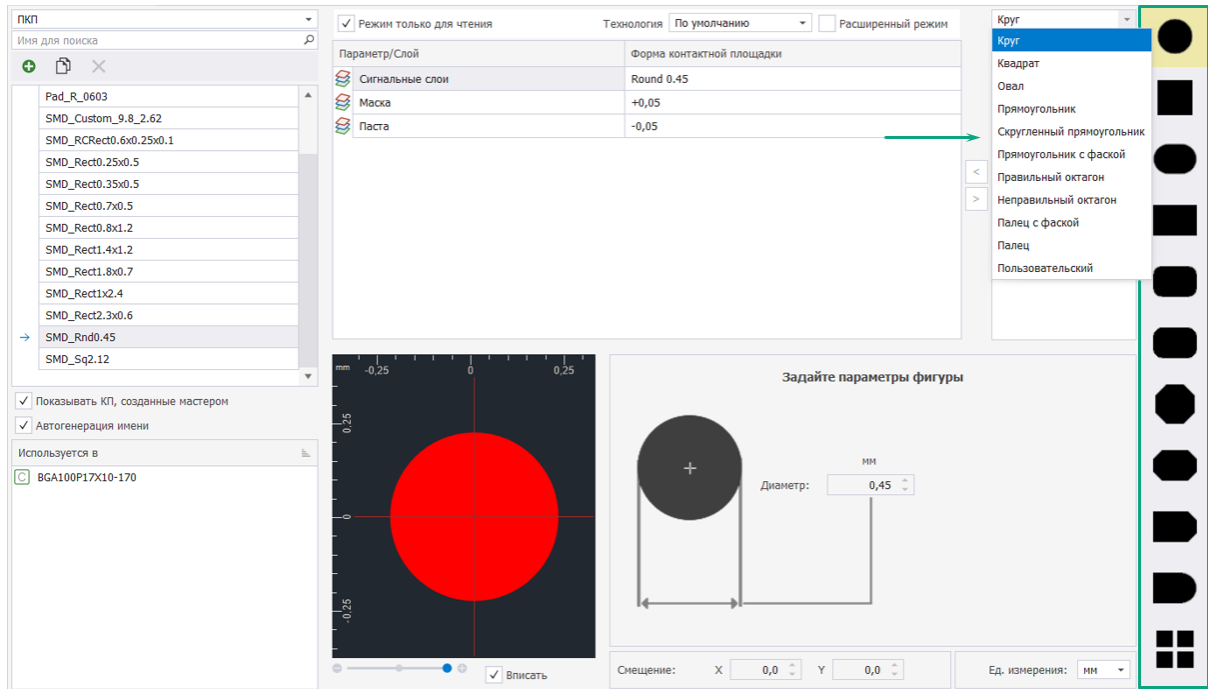

Рис. 43 Выбор фигуры для слоя контактной площадки
2. Выбрать необходимый тип фигуры из перечня в правой части окна, либо воспользоваться выпадающим списком, см. Рис. 43.